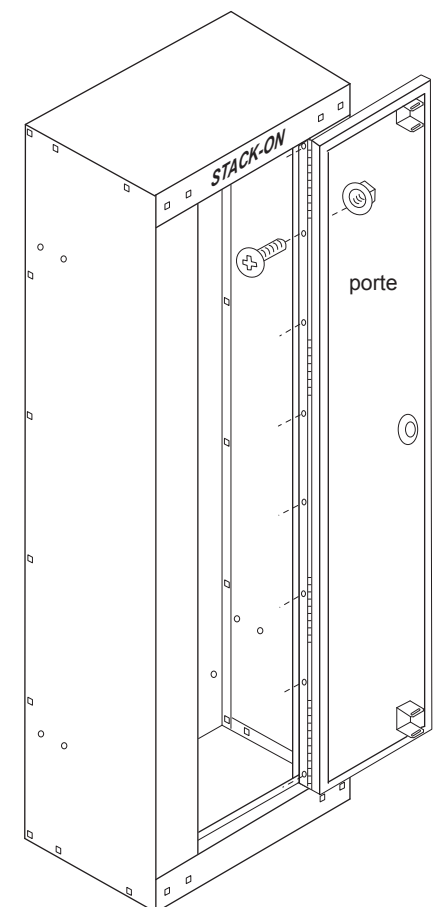

Figure 5
Alignez les trous des charnières de porte avec les trous dans l'armoire. Assemblez à l'aide de (8) vis à métaux et écrous de blocage. (Voir la figure 5.)